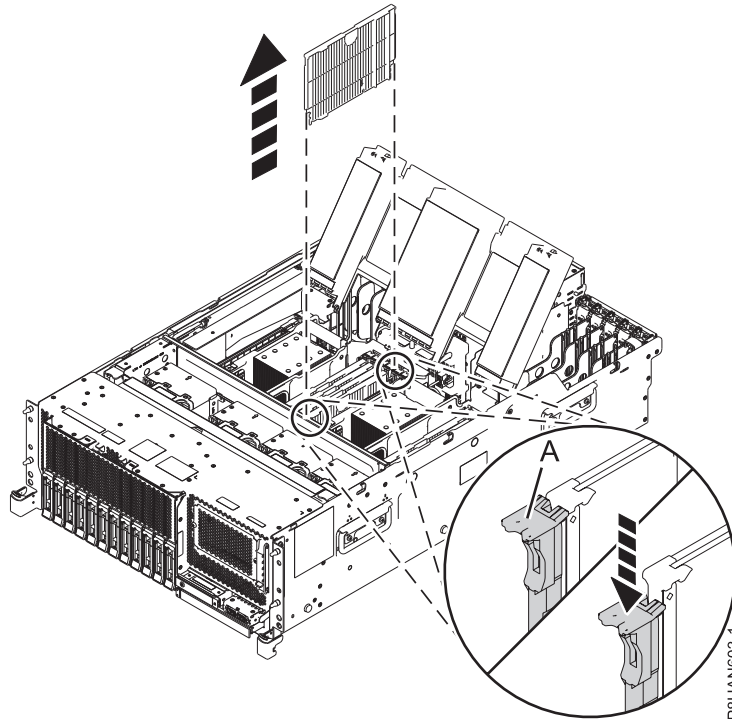

Abbildung 2. Abdeckblende eines Speichermoduls aus dem Speichermodulsteckplatz bei einem System vom Typ 8247-42L, 8286-41A oder 8286-42A ausbauen
- a. Um die Abdeckblende des Speichermoduls von dessen Anschluss im Steckplatz zu entriegeln, drücken Sie die Verriegelungszungen (**A**) in die Richtung, die angezeigt wird in Abb. 2 auf Seite 6. Durch die Hebelwirkung der Zungen wird die Abdeckblende des Speichermoduls aus dem Anschluss gelöst.